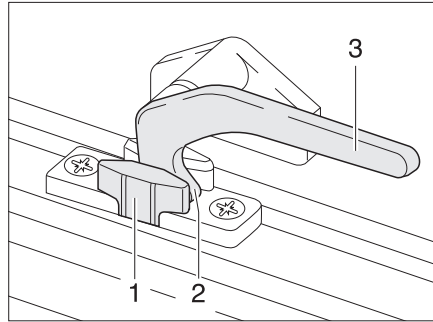

Bild 71 Verriegelungshebel in Stellung "Dauerbelüftung"
- in Stellung "Dauerbelüftung" (Bild 71)
- Den Verriegelungshebel (Bild 71,3) eine viertel Umdrehung zur Fenstermitte hin drehen.
- Den Verriegelungshebel eine viertel Umdrehung zum Fensterrahmen hin drehen. Die Verriegelungsnase (Bild 71,2) dabei in die Aussparung der Fensterverriegelung (Bild 71,1) einfahren.